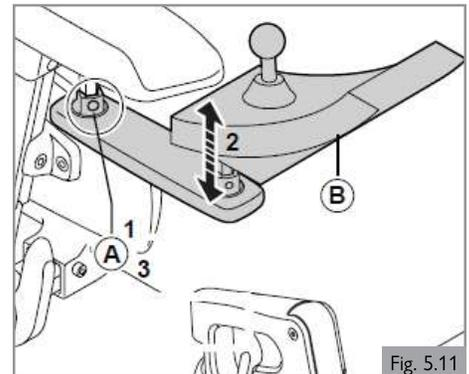
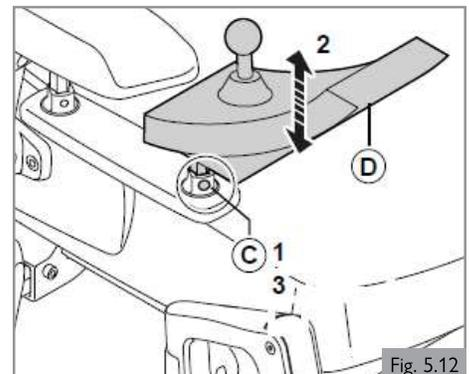

Fig. 5.11
Fig. 5.12
1. Suelte (A) con un giro.
2. Ajuste (B) en la posición deseada.
3. Apriete (A). Consulte los valores del momento de fuerza en la sección 9.
Altura del mando (1) (Fig. 5.11)
Altura del mando (2) (Fig. 5.12)
1. Suelte (C) con un giro.
2. Ajuste (D) en la posición deseada.
3. Apriete (C). Consulte los valores del momento de fuerza en la sección 9.